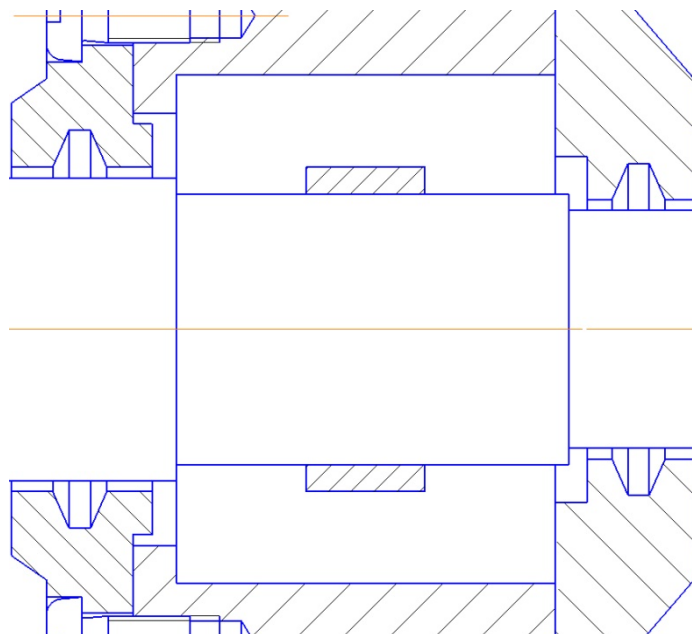

Рис. 4.62. Место установки подшипников
- Увеличьте место установки подшипников, как показано на рис. 4.62.